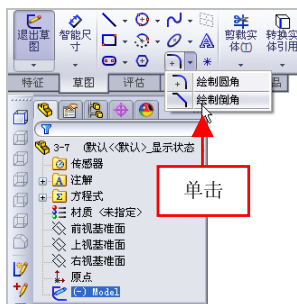

图 3-8 单击【绘制倒角】按钮
(2) 在【草图】选项卡中单击【草图绘制】按钮，选择合适的直线，进入草图绘制环境，单击【绘制倒角】按钮，如图 3-8 所示。